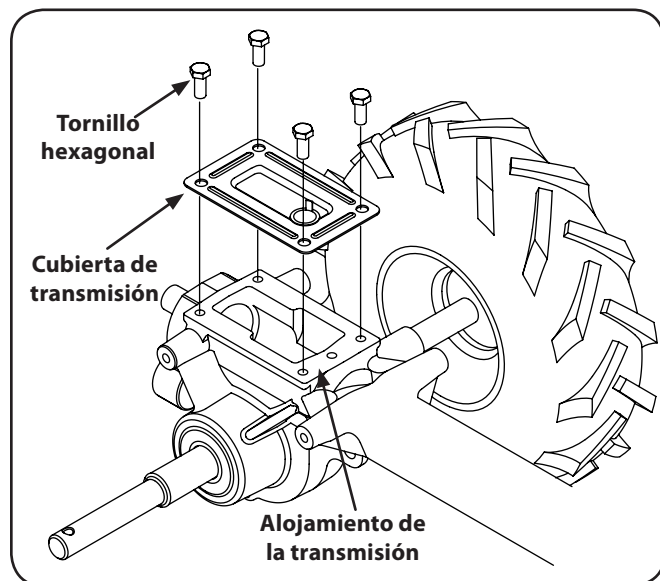

Figura 7-3
4. Retire toda la suciedad y limpie el área alrededor de la cubierta de transmisión. Vea la Figura 7-3.
5. Retire los cuatro tornillos hexagonales ($\frac{5}{16}$ -18 x .75) asegurando la cubierta de la transmisión al eje de la transmisión y retire la cubierta. Vea la Figura 7-3.